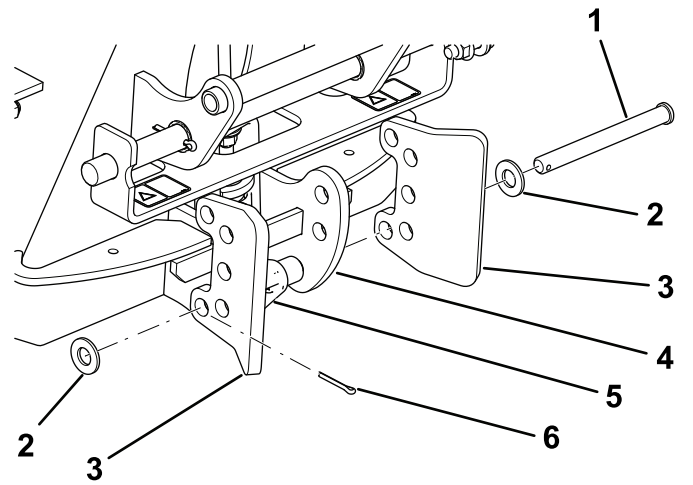
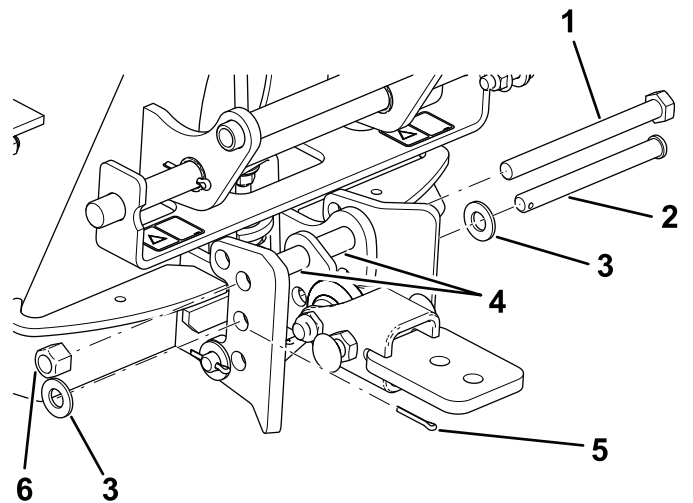

Figura 8
Figura 9
- Collegate il gruppo dell'attacco a sfera all'adattatore come illustrato nella Figura 8 e Figura 9.